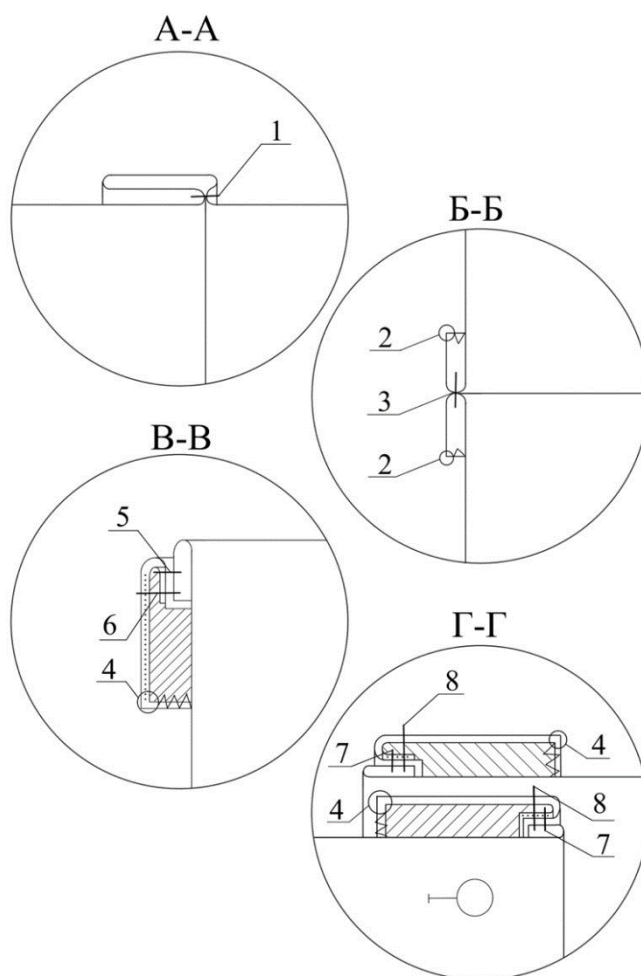

Рисунок 2 – Схема обработки узла
1. Стачать вытачки от горловины спинки (строчка 1, рис. 2).
3. Обметать плечевые швы (строчка 2, рис. 2).
10. Обметать нижний срезы обтачек (строчка 4, рис. 2).
11. Обтачать горловину блузки обтачками. Ширина шва 0,7 см (строчка 5, рис. 2).
13. Настрочить припуск шва обтачивания горловины шириной шва 0,1 – 0,2 см. Строчку выполнять по обтачкам (строчка 6, рис.2).